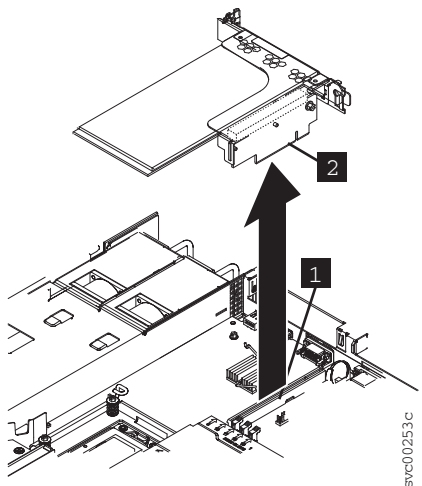

Figura 217. Removendo o conjunto da placa riser de Ethernet de 10 Gbps
5. Depois da remoção dos parafusos de retenção do trilho para o conjunto da placa riser de Ethernet, segure o conjunto da placa riser de Ethernet em cada extremidade e puxe-a para fora do conector da placa riser do slot PCI 2, conforme mostrado em Figura 217 na página 272. Depois que o conjunto da placa riser de Ethernet limpa o conector, gire com cuidado o conjunto da placa riser de Ethernet para separar o conjunto da placa riser de Ethernet do nó.